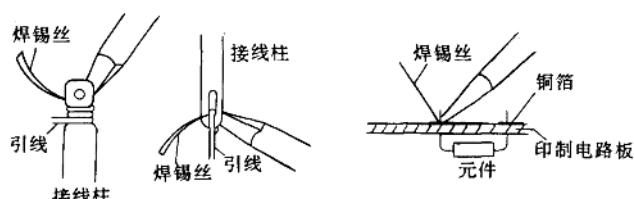

图 2-13 焊料填充实例
② 加热焊接处 焊接之前先将焊接点加热至焊料可熔化的温度。为了便于传导热,烙铁头上可带有少量焊料,同时要掌握好烙铁头的角度,使焊点与烙铁头的接触面积大一些。
③ 填充焊料 当焊点达到适当的温度时,应及时将焊锡丝放到焊点上熔化。用左手拇指和食指轻轻地捏住焊锡丝,端部留出 3~5cm,借助中指往前送料,这样就能自由地填充焊料。图 2-13 所示是焊料填充的几个实例。